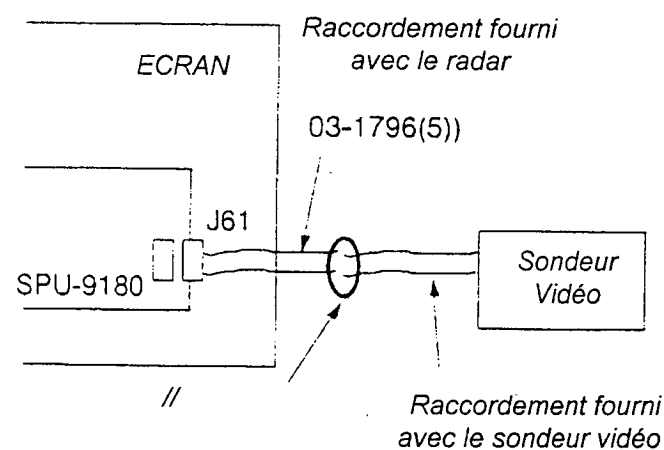

Fig. 5-15 Raccordement d'appareils à la prise « Option »
- 2) Connecter votre appareil en J61 sur le tableau SPU (Voir Fig. 5-15)